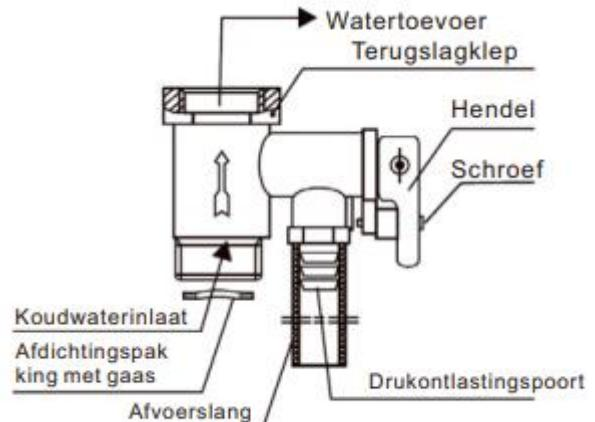

Figure 3
1. Das Sicherheitsventil (ursprüngliche Werkskennzeichnung 0,8 MPa) muss am Wassereinlassanschluss installiert werden (wie in Abb. 3 gezeigt), Teflonband muss umwickelt werden, um die Abdichtung zu gewährleisten. Die Pfeilrichtung sollte der Fließrichtung des Wasserzulaufs des Elektroboilers entsprechen (siehe Abb. 3). Die Netzdichtung sollte am Kaltwassereinlass des Sicherheitsventils installiert werden und der Ablaufschlauch am Überdruckauslass des Sicherheitsventils sollte installiert werden, um ein kontinuierliches Gefälle aufrechtzuerhalten. Der Warmwasserbereiter sollte in einer frostfreien Umgebung installiert und dann bis zum Erdschluss verlegt werden, in Verbindung mit der Atmosphäre gehalten und ordnungsgemäß gesichert werden, um Verbrühungen durch den Austritt von heißem Wasser oder Dampf zu verhindern. Das Sicherheitsventil kann verhindern, dass der Tankdruck den Nenndruck um 0,1 MPa überschreitet. Wenn der Druck im Tank zu hoch ist, öffnet sich automatisch das Sicherheitsventil und Wasser wird aus dem Druckentlastungsanschluss abgelassen, um den Druck abzubauen.
4. Bei normalem Gebrauch sollte der Griff des Sicherheitsventils (Abb.3) regelmäßig geöffnet werden, um Kalkablagerungen zu entfernen. Methode: Ziehen Sie den Ablassgriff nach oben in die horizontale Position (wenn der Griff mit Schrauben ausgestattet ist, entfernen Sie die Schrauben mit einem Schraubendreher, bevor Sie diesen Vorgang durchführen) und prüfen Sie, ob das Sicherheitsventil blockiert ist (ob Wasser abfließt). Bei Blockierung wenden Sie sich bitte an die Wartungsabteilung.